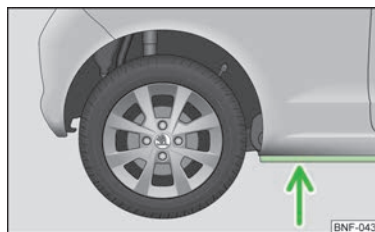

Fig. 94
- Înainte de traversarea zonei inundate, stabiliți adâncimea apei. Nivelul apei nu are voie să depășească nervura lonjeronului inferior » fig. 94;